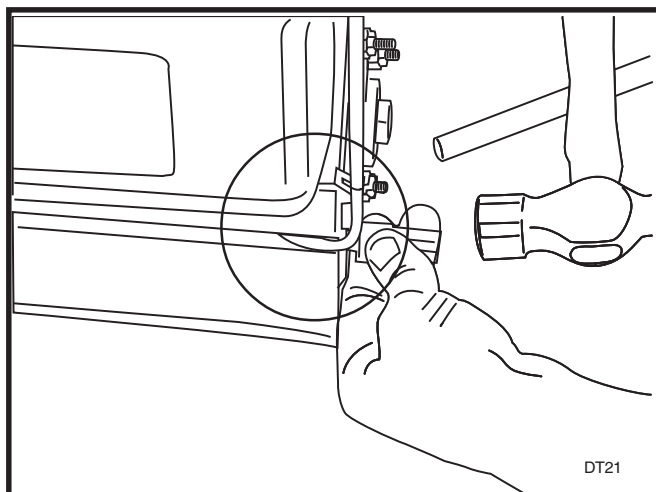

ABBILDUNG 3
10. Bringen Sie die Gummiklappenstange mit dem Haltering wieder am Rahmen an. Achten Sie darauf, dass das Kabel über der Klappenstange verläuft. Siehe Abbildung 3. (In manchen Einheiten werden statt der Halteringe Splinte verwendet.)